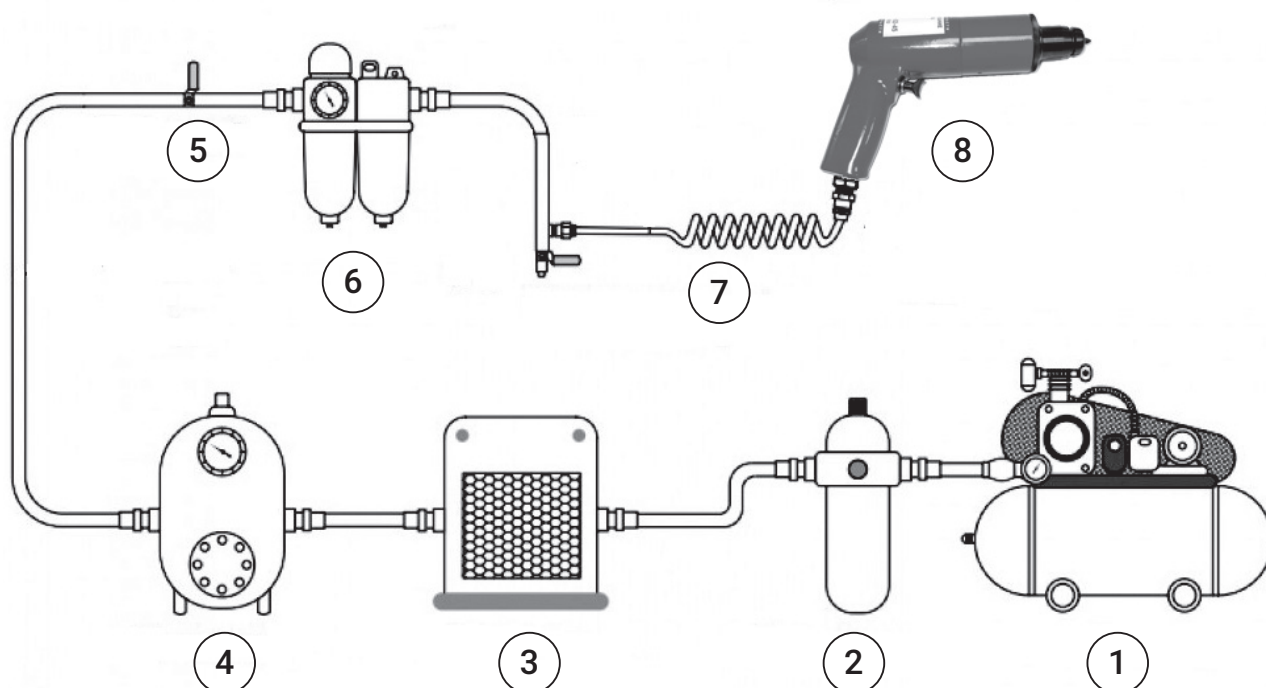

Рисунок 2
- 8.3. Подсоединить пистолет к сети подачи воздуха при помощи шланга с быстросъемным соединением через штуцер на пистолете (входит в комплект поставки), рисунок 2.